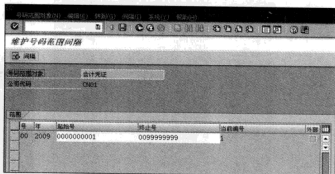

图 5-33 设置会计凭证号码区间
STEP 4 在“会计凭证号码范围”界面, 选择会计凭证号码对应的“公司代码”后, 单击“间隔”按钮, 可以对号码范围的区间进行设置, 如图 5-33 所示。